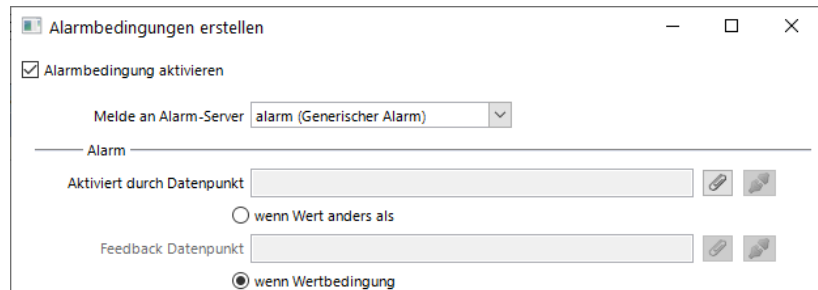

Abbildung 62: Allgemeine Einstellungen für eine Alarmbedingung.
3. Editieren Sie die folgenden Einstellungen, die auf alle Alarmbedingungen zutreffen wie in Abbildung 62 dargestellt. Wählen Sie den **Alarm-Server**, an den Alarme gemeldet werden sollen. Typischerweise wird hier ein generischer Alarm-Server ausgewählt.